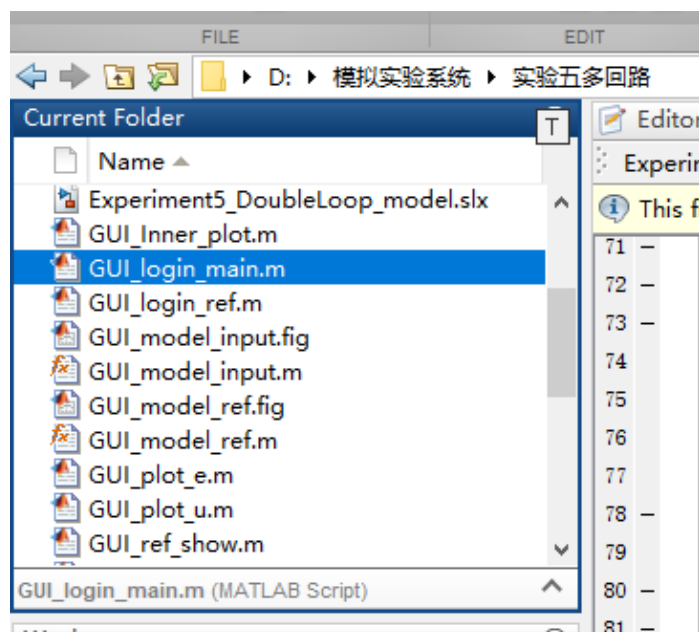

图 1：实验五文件路径
1. 打开 MATLAB，找到实验五多回路（学生版）文件夹，如图 1 所示：